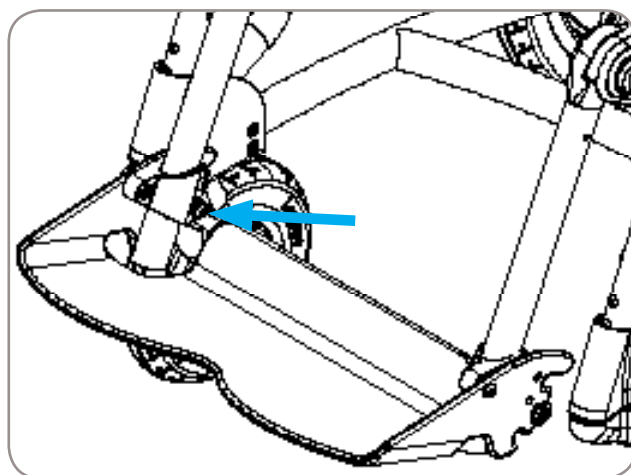

Figura 13
1. Afloje los pernos en el interior de las abrazaderas con una llave hexagonal de 4 mm, 2 pernos por lado. Referencia Figura 13.